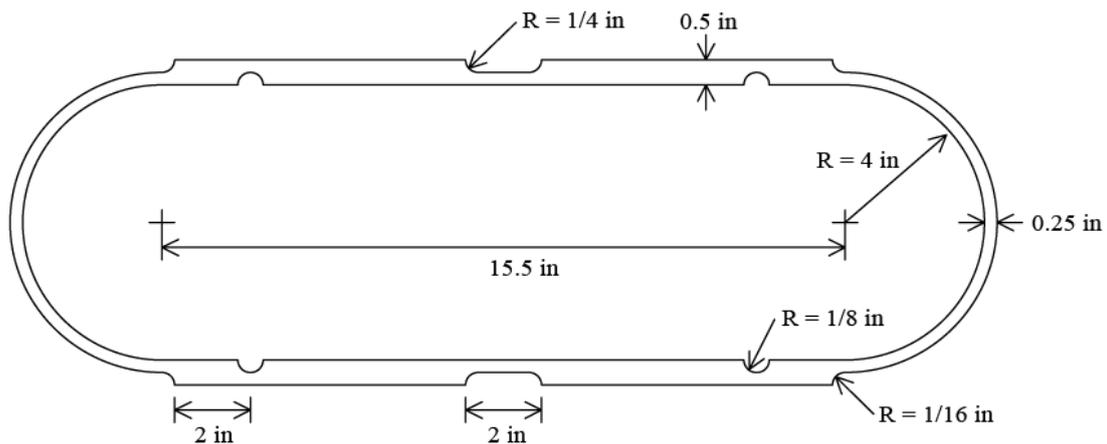

Figura 6 – Esquema da seção transversal do vaso de pressão.
Como exemplo, a figura 6 mostra o esquema da seção transversal de um vaso de pressão feito em ferro fundido ($E = 14.5 \text{ Msi}$ e $\nu = 0.21$) e está submetido a uma pressão interna de $p = 1700 \text{ psi}$ que é apresentado em:
- Como na figura 6;